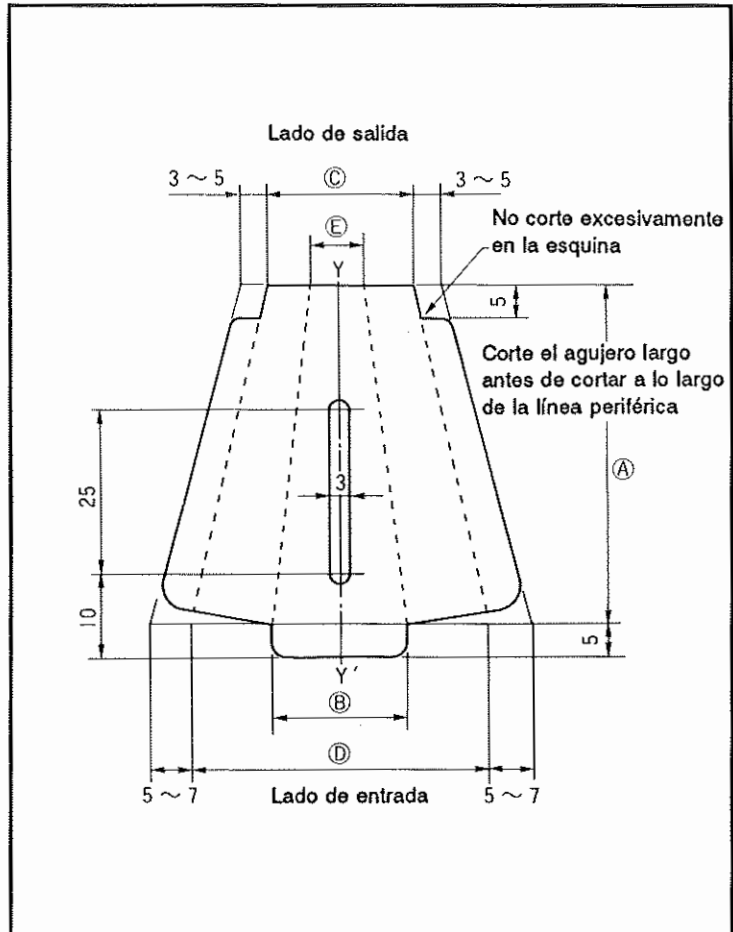

Fig. 26
② La configuración original del doblador expandido, en general es como se ilustra en la Fig. 26.